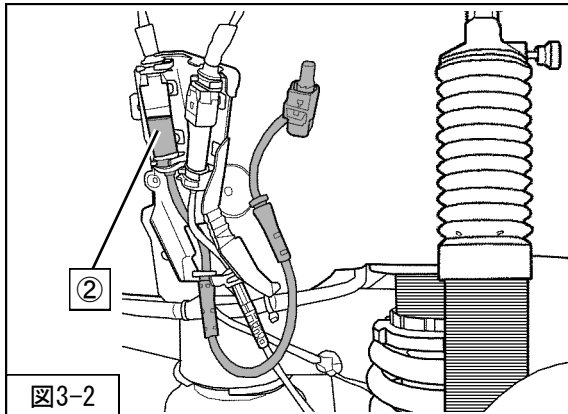

図3-2
4. 純正サスペンションから取外した、②AVSハーネスを取外してください。(図3-2)